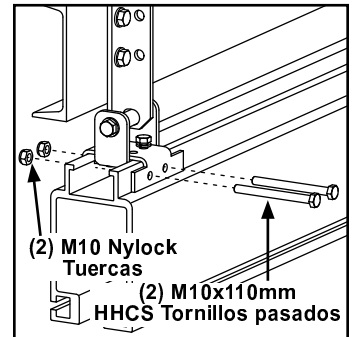

Figura 3-11
- Paso 3. Instale dos (2) Tornillos M10 x 110 mm HHCS con tuerca Nylock. **Apriete hasta que asienten + ¼ de vuelta.** No apretar de más. Puede doblar el soporte. Vea Figura 3-11.